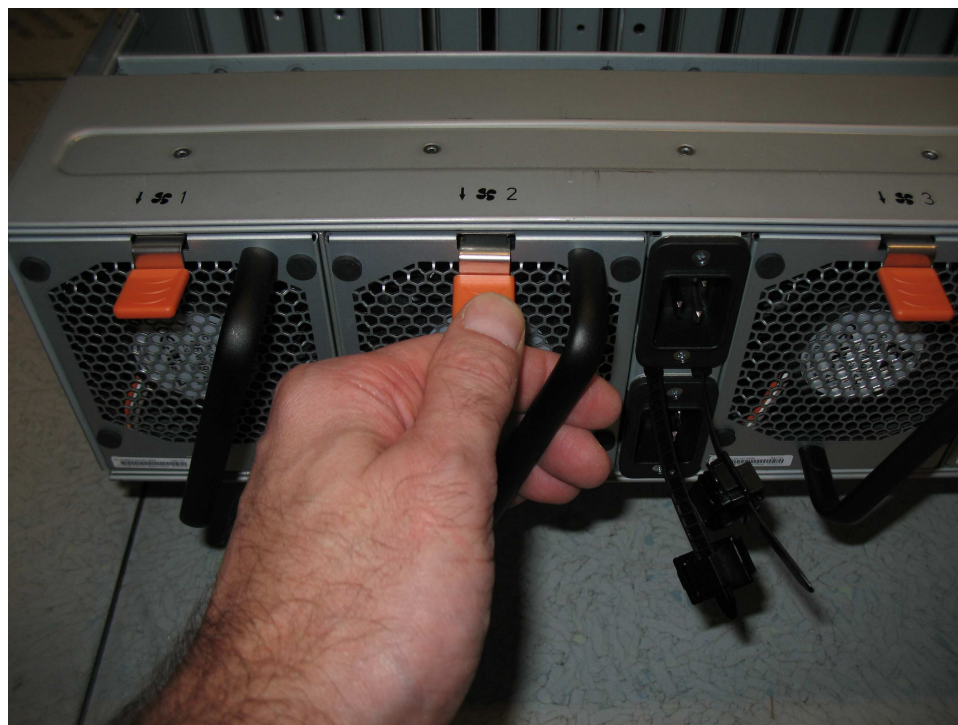

Figure 121. Patte de déverrouillage du module de ventilation
2. Appuyez sur la patte de déverrouillage du module de ventilation, comme le montre la figure 121, à la page 136.